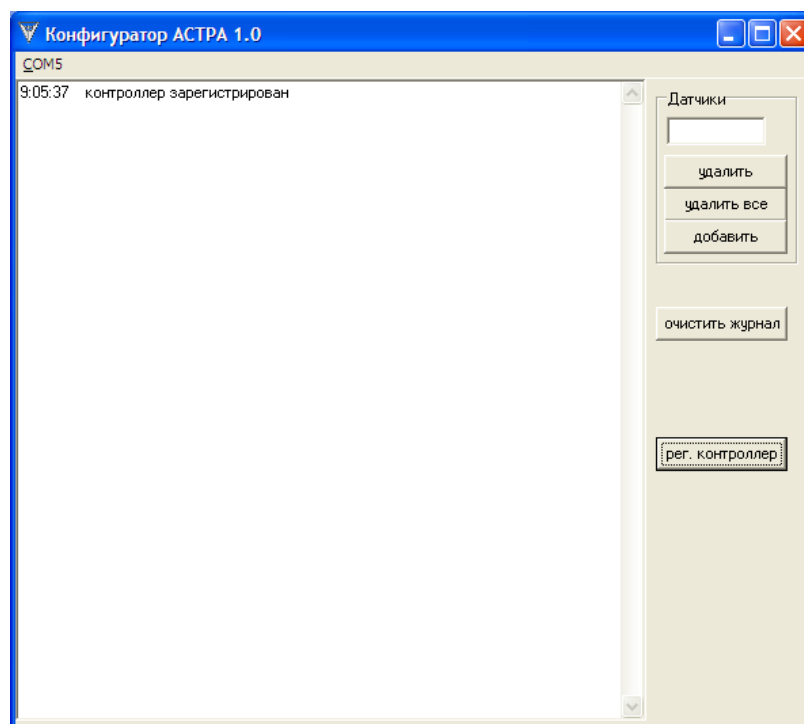

Рисунок 13
3.5.4 Если радиорасширитель не был зарегистрирован ранее, нажать кнопку «рег.контроллер» Появится сообщение **«Контроллер зарегистрирован»** (рисунок 13).